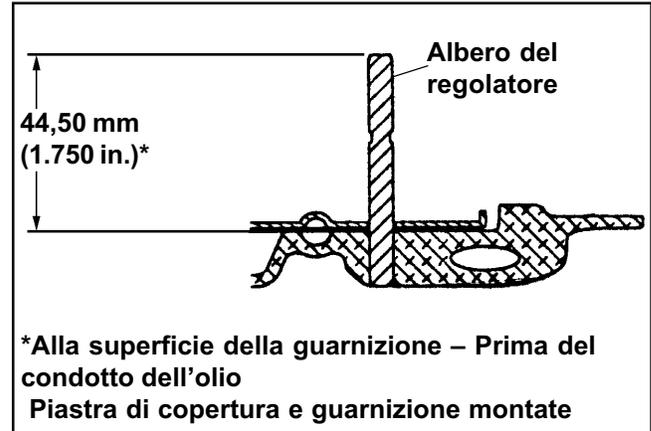

Figura 9-19. Profondità di inserimento dell'albero del regolatore.
1. Installare il nuovo perno premendolo o battendolo leggermente nella piastra di chiusura. Esso deve sporgere di **44,50 mm (1.750 in.) ± 0,101 mm (0.004 in.)** dalla sporgenza del carter. Vedere Figura 9-19.